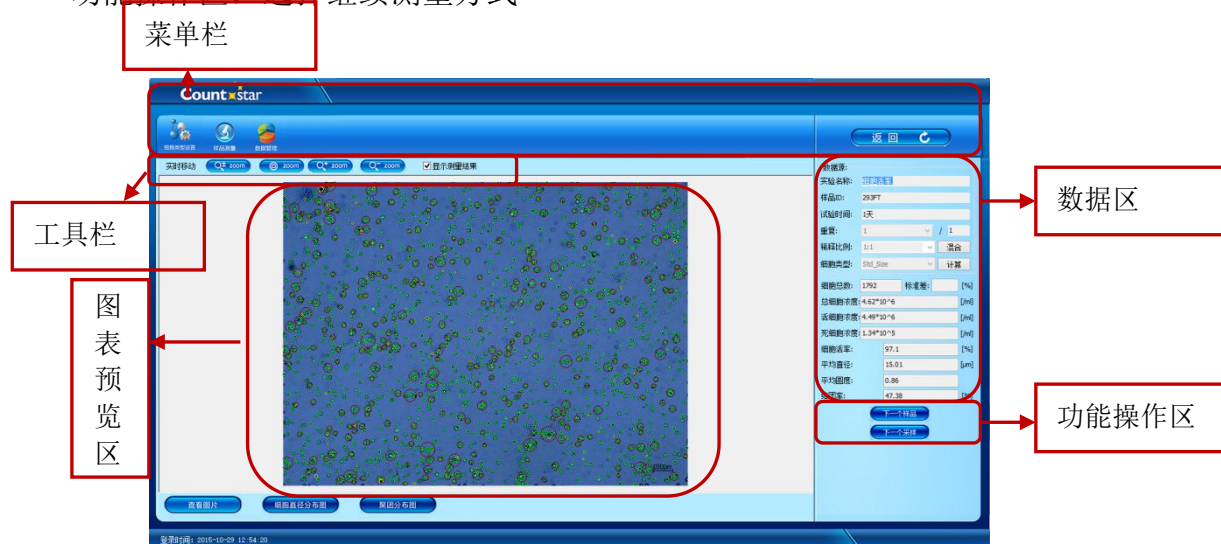

图 8 检测结果界面
- 10. 每个样本检测时间大约需要 20s，活细胞、总细胞浓度及细胞活率等测试结果全部显示在检测结果界面（图 8）。
样本检测完成后，测量结果显示在同一个窗口中（图 8），且所有测量结果会按照用户所选择的目标库自动储存在**数据管理**的指定路径。
Countstar BioLab 软件不仅能够在图像窗口中显示原始的细胞图片或对图片进行放大或者缩小来查看细胞被标记为活细胞或者死细胞（图 8），并且可以查看细胞直径柱状图和细胞结团柱状图，以便于分析细胞的形态和聚结团情况。